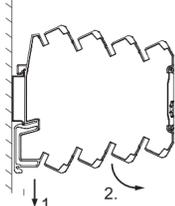

Figure 2: Demontage
- Pour le démontage (voir figure 2), tirer la bride (c) vers le bas [1]. Pour cela, utiliser un tournevis ou un outil de manipulation.